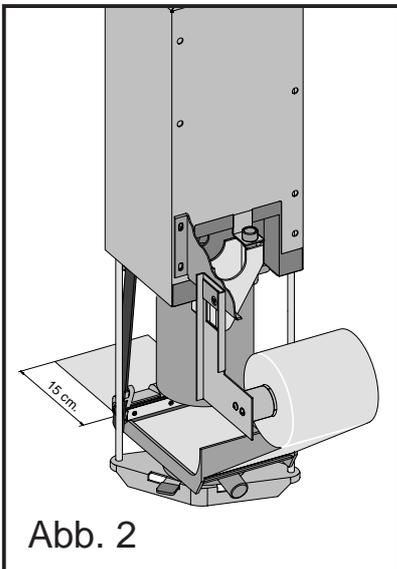

Abb. 2
- Mit dem Auswerferstift (1) den Dichtungsring (2) und die Siebplatte (3) herausdrücken. (Abb.2)
- Dichtungsring (2) und Siebplatte (3) in heißem Wasser reinigen. (Abb.2)
- Brühzylinder vorn unten anheben, aus der Verriegelung ziehen, nach unten absetzen und nach oben vorne herausnehmen. (Abb.2)
- Kolben (1) nach unten aus dem Brühzylinder (2) entfernen. (Abb. 2)
- Kolben (1) in den Brühzylinder (2) einsetzen und bis zum Anschlag waagrecht nach oben durchschieben. (Abb. 2)
- Behälter auf den Kopf stellen und durch Drehen am Pulverschluß (5) und Klopfen auf den Boden des Dosiersystems Kaffeereste entfernen. (Abb.2)
- Spannung am Griff (3) lösen. (Abb.2)
- Dosiersystem (4) vorsichtig entfernen. (Abb.2)
- Papier in den Siebplattenhalter führen, ca. 15 cm über den hinteren Rand ziehen und Rollenhalter wieder einsetzen. (Abb. 2)